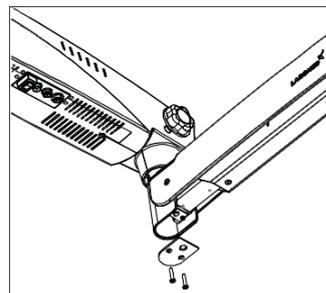

Fig. 18
Veuillez consulter la figure 18:
5. Remplacez les plaques indiquées à la fig. 18 à leur position d'origine.